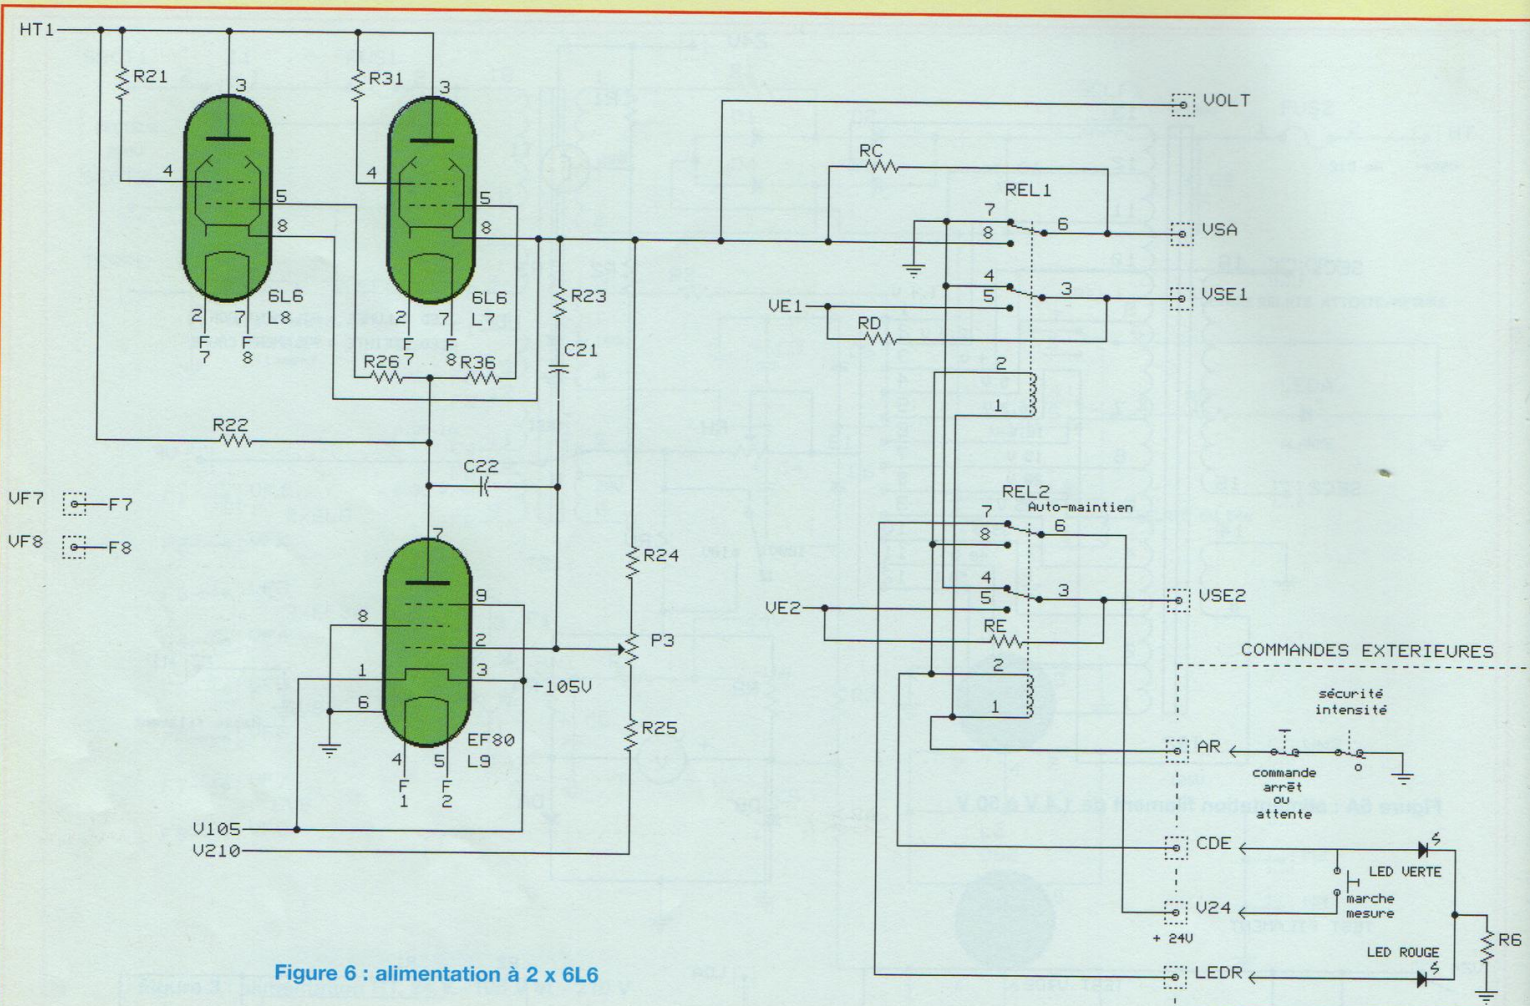

Figure 6 : alimentation à 2 x 6L6
• ALIMENTATION HT VARIABLE POSITIVE À FORT DÉBIT (figure 6)